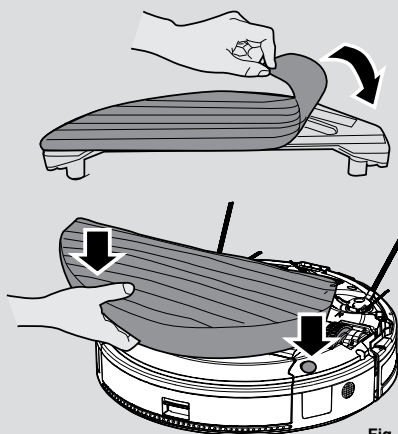

Fig. 15
3. Allineare il serbatoio dell'acqua con la parte inferiore del robot e spingerlo fino ad udire un clic che indica che indica il corretto fissaggio. [Fig. 15]